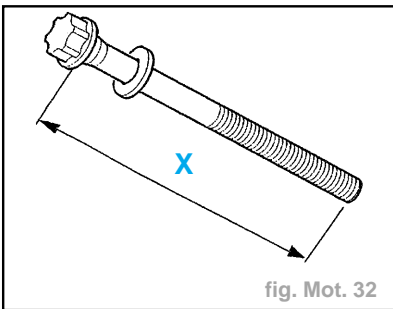

fig. Mot. 32
- (X) doit être inférieur à **149,5 mm** (fig. Mot. 32).